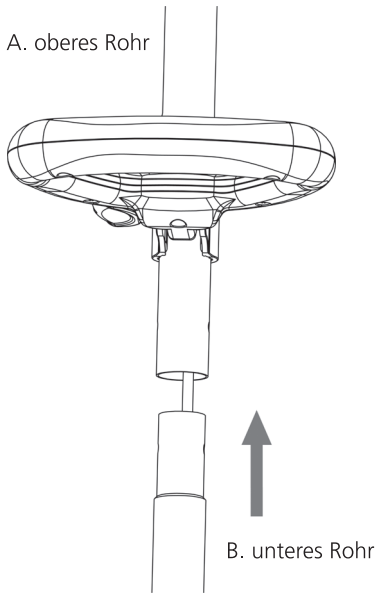

Abb. 1
- Schieben Sie das untere Rohr (B) in das obere Rohr (A). (Abb. 1)